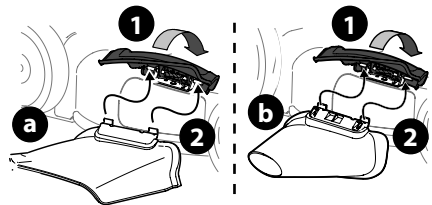

Figura 14
1. Eleve el adaptador para abono (Figura 14).